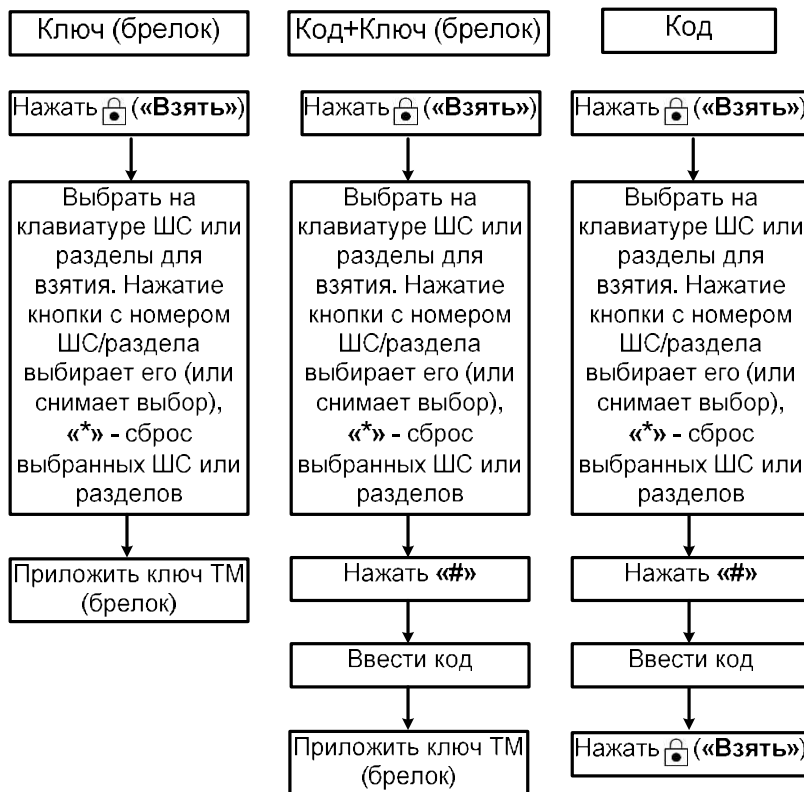

Рисунок 2.21 - Постановка под охрану с выбором ШС или разделов
- Если необходимо поставить под охрану ШС с выбором (как полное, так и частичное взятие), следует (см. рисунок 2.21):